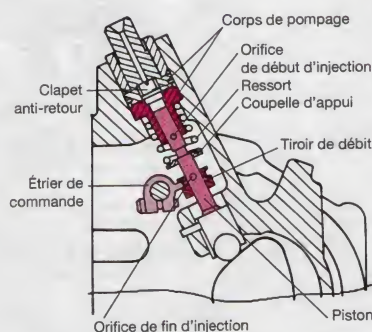

Figure 35.5. Pompe Caterpillar à « manchon doseur »
- soit par déplacement d'un tiroir de débit, agissant sur la fin d'injection, à l'aide d'un étrier de commande : pompe à « manchon doseur » (fig. 35.5).
- Le système de débit « à tiroir » ou manchon doseur est également employé par Bosch sur les pompes distributrices « VE », et sur la pompe en ligne taille « H » (pour le début de refoulement) (fig. 35.5).